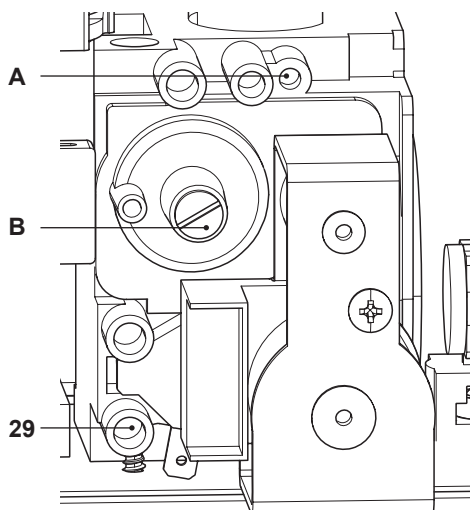

Figura 7.6
- A caldaia spenta (fuori servizio), controllare la pressione di alimentazione utilizzando la presa 29 in Figura 7.6 e confrontare il valore letto con quelli riportati nella tabella Pressioni di alimentazione gas nella sezione "Dati tecnici" pag. 28.
- Richiudere bene la presa di pressione 29 in Figura 7.6.
- Per tarare il **CO2** della caldaia (pressione del gas al bruciatore) svitare completamente il tappo in ottone di protezione **B** e agire sulla vite a brugola Ø 4 mm sottostante Figura 7.6, girando in senso orario il **CO2** aumenta.
- Se i due dati non coincidono agire sulla vite regolazione massimo RQ (**A** in Figura 7.6) della valvola gas e tarare il **CO2** allo stesso valore riportato della tabella "Dati in sanitario" sezione "Dati tecnici M260V.1616 SV" a pagina 24, "Dati tecnici M260V.2025 SV" a pagina 28 e "Dati tecnici M260V.3035 SV" a pagina 32. Girando in senso orario il **CO2** diminuisce.